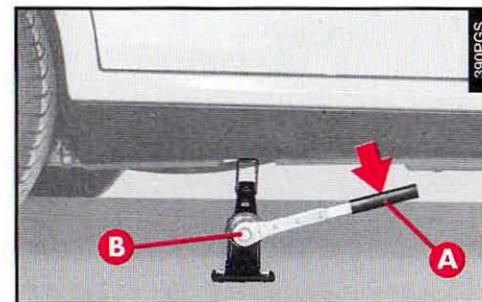

fig. 8
– Monter la clé à cliquet avec la douille pour les boulons de fixation de la roue (**A-fig. 8**) sur l'axe (**B**) du cric.
— Engager la clé à cliquet avec la douille pour les boulons de fixation de la roue (**A-fig. 8**) sur l'axe (**B**) du cric.